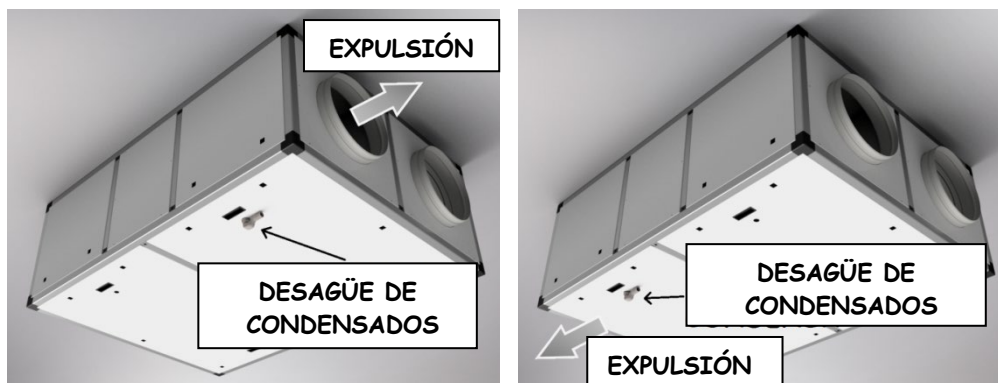

Figura 2 - Posición desagüe de condensados en la versión horizontal de techo (configuración Hx)
- Instalar el Kit de desagüe de condensación en la cubierta de la unidad: quitar los tapones negros, introducir el tubo roscado desde el interior, atornillar la tuerca de fijación en el exterior (apretar a mano sin usar herramientas) y luego atornillar el sifón en el exterior. En la cubierta se encuentran 2 agujeros (en el caso de 2 cubiertas es presente un orificio en cada una) para adaptarse a las distintas configuraciones de los caudales de aire: el sifón debe colocarse en el agujero lateral de expulsión de aire (véase los párrafos siguientes y Figura 2), dejando otra abertura tapada.